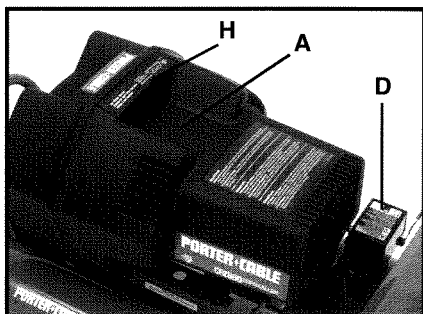

Fig. 1
**Pompe du compresseur d'air (A) Fig. 1 :** Pour comprimer l'air, les pistons montent et descendent dans les cylindres. À la descente, de l'air est aspiré par les soupapes d'admission. Les soupapes d'échappement restent fermées. Quand le piston remonte, l'air est comprimé. Les soupapes d'admission se ferment et l'air comprimé est expulsé par les soupapes d'échappement.
**Manostat (D) Fig. 1 :** Le manostat met automatiquement le moteur en marche lorsque la pression du réservoir chute sous la pression de « enclenchement » établie en usine. Il arrête le moteur lorsque la pression du réservoir d'air atteint la pression de « déclenchement » établie en usine.
**Filtre d'admission d'air (H) Fig. 1 :** Le filtre est conçu pour purifier l'air entrant dans la pompe. Il doit toujours rester propre et exempt d'obstructions. Dévissez les deux vis de retenue du couvercle en sens anti-horaire pour le retirer et exposer l'élément filtrant.
2. Inspectez le filtre d'admission d'air (H) Fig. 1. Nettoyez ou remplacez au besoin.